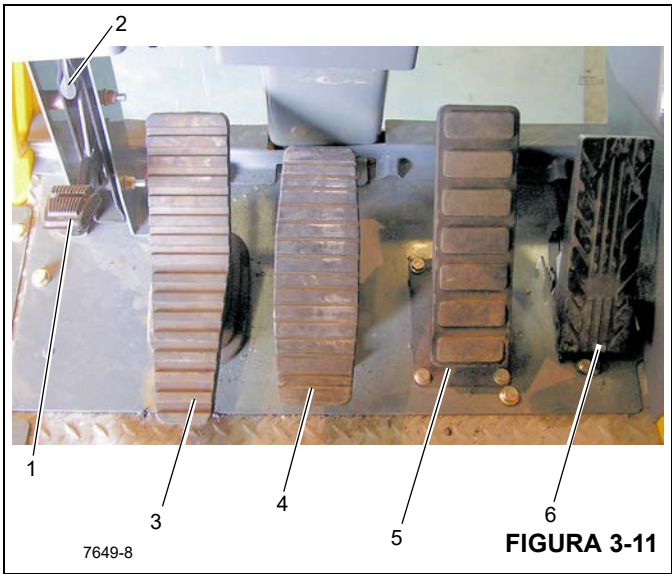

Figura 3-11 - Números de artículos
El pedal del bloqueo de giro en 360° (1) (Figura 3-11) se encuentra en el lado izquierdo del piso de la cabina de la grúa. El pedal se utiliza para activar el sistema de bloqueo de giro para evitar que la torreta gire. Para soltar el bloqueo de giro, tire de la palanca de soltado del bloqueo de giro de 360° (2) hacia arriba.
El pedal del freno de giro (3) (Figura 3-11) se encuentra en el lado izquierdo del piso de la cabina. El pedal del freno de giro se usa para reducir la velocidad del movimiento de giro o detenerlo. La fuerza de frenado es proporcional a la distancia que se pise el pedal. Si no se pisa el pedal y se desengrana la válvula de control del freno de giro, se aplica presión hidráulica al freno, lo cual vence la tensión de su resorte para soltarlo. Cuando se pisa el pedal, se acciona la válvula del servofreno de giro que aplica presión al conjunto del freno. Esta presión auxilia a la tensión del resorte para vencer la presión hidráulica aplicada al circuito de liberación del freno, lo cual aplica el freno según la presión recibida de la válvula del servofreno de giro.
El pedal de control de telescopización (4) (Figura 3-11), presente cuando la grúa está provista de malacate auxiliar, se encuentra en el lado izquierdo del piso de la cabina. Pise la parte superior del pedal para extender la pluma y la parte inferior del pedal para retraerla.
El pedal de frenos (5) (Figura 3-11) es el segundo pedal contado desde la derecha en el piso de la cabina. El pedal se pisa para regular la aplicación de los frenos de servicio.
El pedal del acelerador (6) (Figura 3-11) se encuentra directamente debajo del módulo de la pantalla del RCL, en el piso. Se usa para controlar la aceleración del motor, la cual